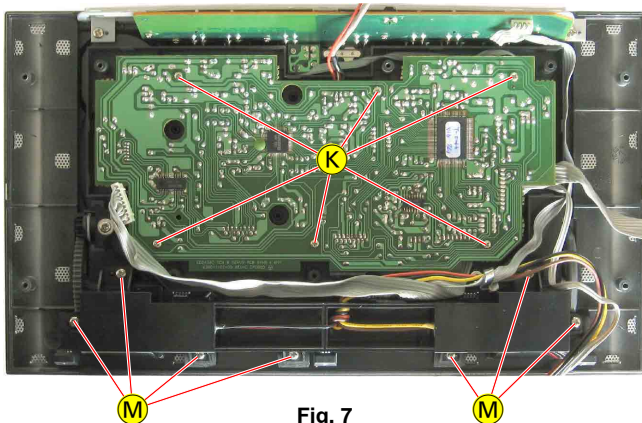

Fig. 7
- 6 Schrauben (K) (Fig. 7) herausdrehen.
- 7 Schrauben (M) (Fig. 7) herausdrehen.
- Undo 6 screws (K) (Fig. 7).
- Undo 7 screws (M) (Fig. 7).